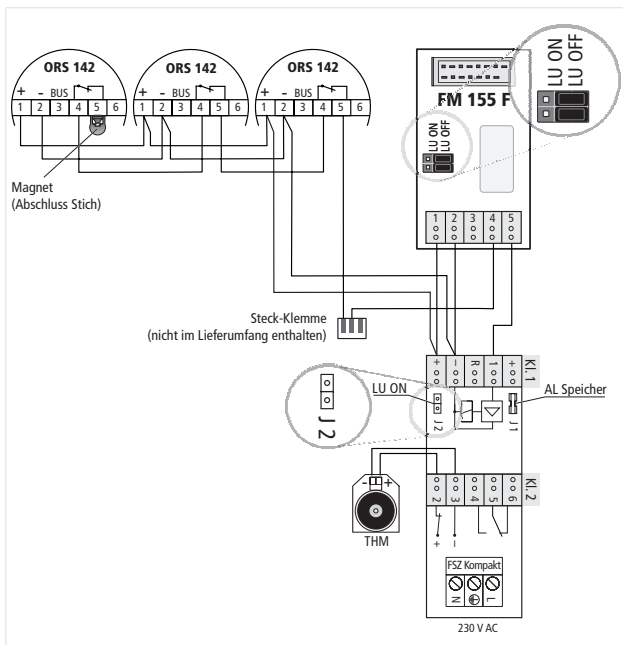
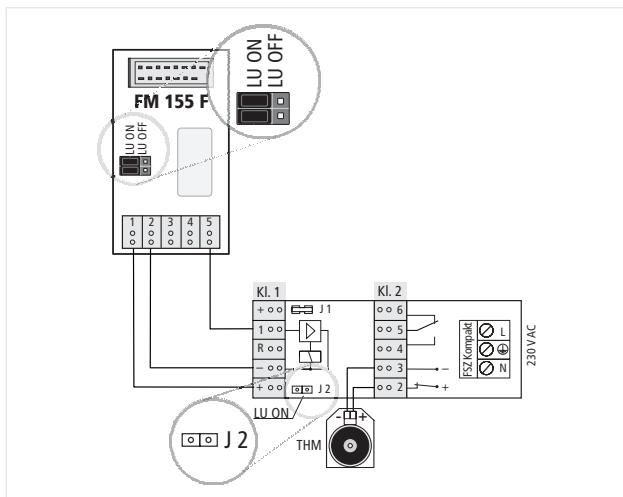

Abb. 17: "2-Stich-Betrieb" für FM 155 F an FSZ Kompakt mit LÜ (Jumper J2 entfernt)
Abb. 18: "1-Stich-Betrieb" für FM 155F an FSZ Kompakt mit LÜ
- FSZ Kompakt: Abb. 17 und Abb. 18